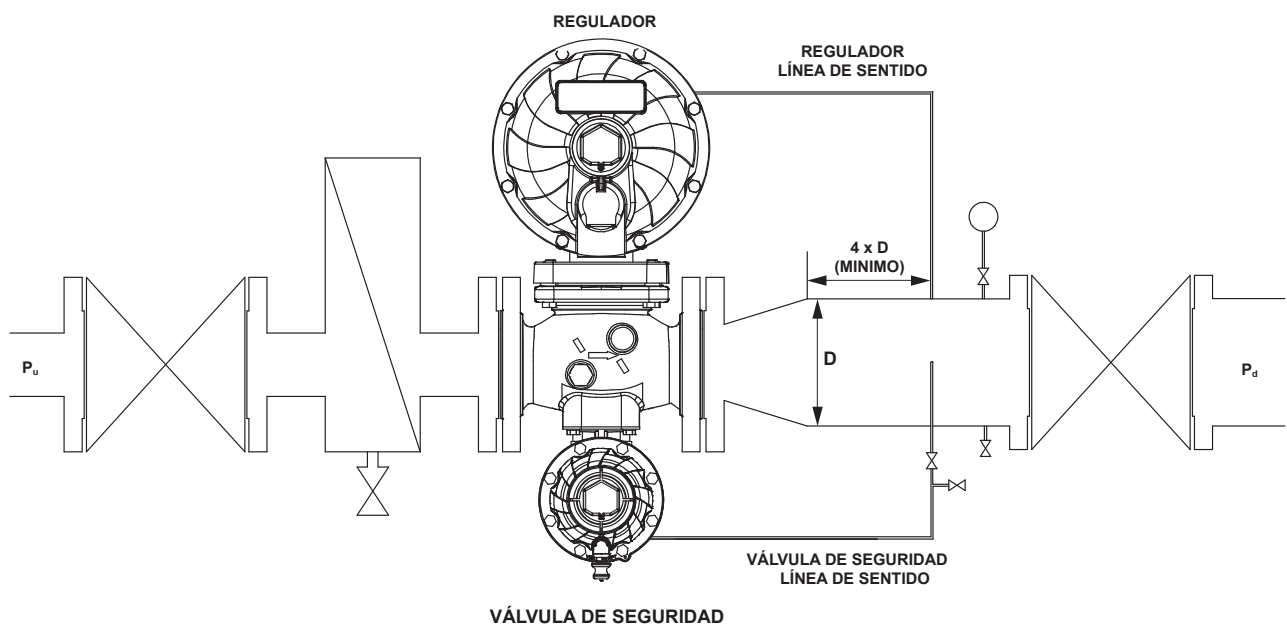

Figura 6. Instalación Típica
- Conectar la línea de impulsión aguas abajo a la conexión 1/4 NPT en la tapa inferior, y a la tubería aguas abajo respetando la distancia mínima de cuatro veces el diámetro de la tubería (ver Figura 6).
- Aplicar aguas abajo, la presión de salida nominal del Regulador asociado. Ver Figura 6.